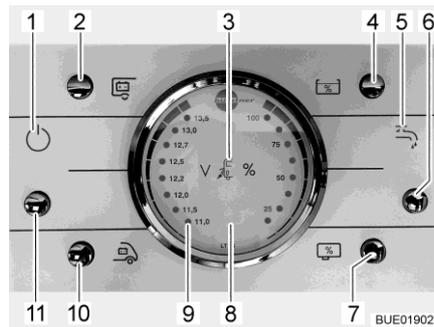

Fig. 135 Panel LT 96
El pulsador (Fig. 135,11) conecta y desconecta el panel y la alimentación de 12 V del habitáculo.
**Conectar:** ■ Pulsar el pulsador (Fig. 135,11): La alimentación de 12 V del habitáculo está conectada. La luz de control (Fig. 135,1) se enciende.
**Desconectar:** ■ Pulsar el pulsador (Fig. 135,11): La alimentación de 12 V del habitáculo está desconectada. La luz de control (Fig. 135,1) se apaga.
Observar la escala izquierda del instrumento indicador V/depósito (Fig. 135,8). El instrumento indicador se ilumina automáticamente al accionar el pulsador.
- Pulsar el pulsador (Fig. 135,10): Indica la tensión de la batería del motor de arranque.
- Pulsar el pulsador (Fig. 135,2): Indica la tensión de la batería del habitáculo.
Observar la escala derecha del instrumento indicador V/depósito (Fig. 135,8). El instrumento indicador se ilumina automáticamente al accionar el pulsador.
- Pulsar el pulsador (Fig. 135,4): Indica la cantidad de agua.
- Pulsar el pulsador (Fig. 135,7): Indica la cantidad de aguas residuales.
- Pulsar el pulsador (Fig. 135,6): El suministro de agua está conectado. La luz de control de bomba de agua (Fig. 135,5) está iluminada.
- Pulsar el pulsador (Fig. 135,6): El suministro de agua está desconectado. La luz de control de bomba de agua (Fig. 135,5) se apaga.
La luz roja de "ALARMA" (Fig. 135,9) parpadea en cuanto la tensión de la batería del habitáculo baja de 11 V (medición durante el servicio) y hay peligro de descarga completa.
La luz de control de 12 V (Fig. 135,1) estará encendida si el pulsador principal de 12 V (Fig. 135,11) está conectado.
Se enciende la luz de control de 230 V (Fig. 135,3) cuando hay tensión de red en la entrada del bloque eléctrico.